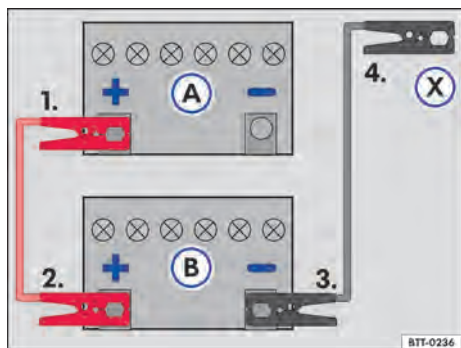

Fig. 162 Esquema para la conexión de los cables auxiliares de arranque: batería del vehículo descargada (A) y batería del vehículo que provee la corriente (B).
Leyenda para → fig. 162:
- Conectar un extremo del cable de arranque auxiliar *rojo* al polo positivo → fig. 162 (+) del vehículo con la batería del vehículo descargada (A) → ⚠.
- Conectar el otro extremo del cable de arranque auxiliar *rojo* al polo positivo (+) de la batería del vehículo que suministra corriente (B).
- Conectar un extremo del cable de arranque auxiliar *negro* al polo negativo (-) de la batería que brinda corriente (B) al vehículo.
- Conectar el otro extremo del cable de arranque auxiliar *negro* (X) al vehículo con la batería del vehículo descargada en una pieza maciza de metal atornillada firmemente al bloque del motor o en el mismo bloque del motor - aunque no cerca de la batería (A) → ⚠.